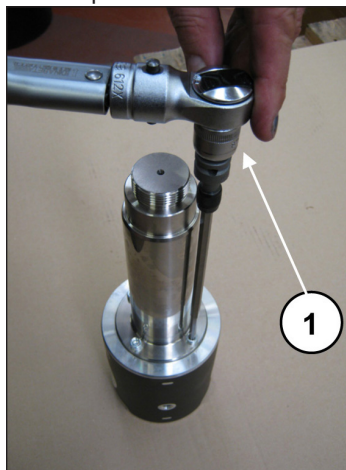

Abb. 44
Spannen Sie die Kolbenführung mithilfe des speziellen Werkzeugs in einen Schraubstock und eichen Sie die Schrauben mit einem Drehmomentschlüssel (Pos. ①, Abb. 44) gemäß Angaben in Kapitel 3.